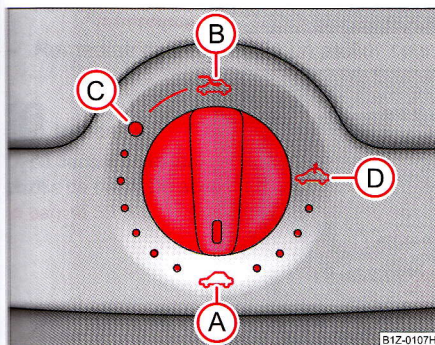

Fig. 38 Comutator rotativ pentru trapa/plafonul glisant electric
Trapa/plafonul glisant se poate deschide și închide când contactul este pus, de la comutatorul rotativ ⇒ fig. 38. Comutatorul rotativ are mai multe poziții.
- Rotiți comutatorul în poziția (C) ⇒ fig. 38.
- Rotiți comutatorul în poziția (A) ⇒ pagina 59, fig. 38.
Plafonul glisant este prevăzut cu protecție la suprasolicitare. Când închiderea este blocată de un obstacol (de ex. gheața), trapa se oprește și se deschide complet. Puteți închide trapa fără activarea protecției la suprasolicitare apăsând comutatorul în poziția (A) ⇒ pagina 59, fig. 38 în față, până când trapa se închide complet ⇒ ⚠.
După fiecare acționare de urgență (cu manivela) trapa trebuie adusă în poziția de bază. De aceea trebuie să amplasați comutatorul în poziția ① ⇒ pagina 59, fig. 38 și să îl apăsați cca. 10 secunde. ■